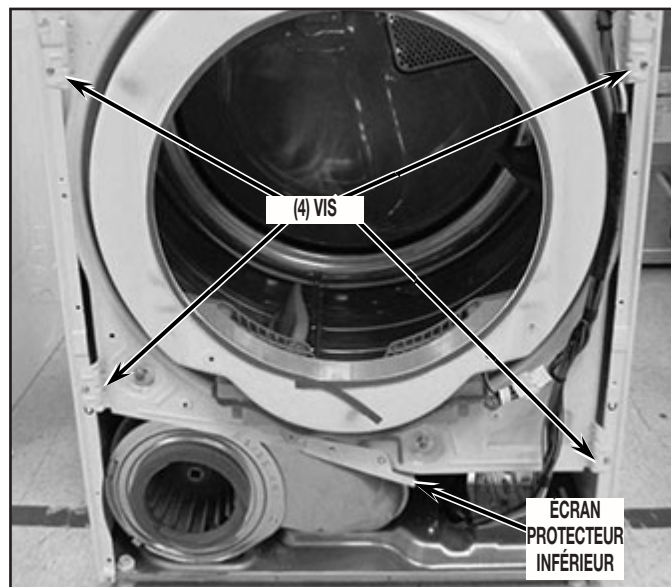

FIGURE 14
14. Ôter le module de la cloison : ôter d'abord les quatre (4) vis de fixation du module de la cloison sur la caisse; soulever légèrement le module de la cloison, et simultanément tirer sur la bride pour l'écartier du tambour, en extrayant les galets du tambour. Voir la Figure 14.